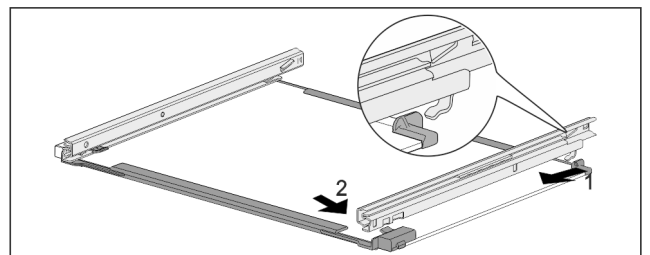

Fig. 168 带轨道的玻璃隔板
- ▶ 轨道后部钩入。 Fig. 168 (1)
- ▶ 轨道前部卡紧。 Fig. 168 (2)